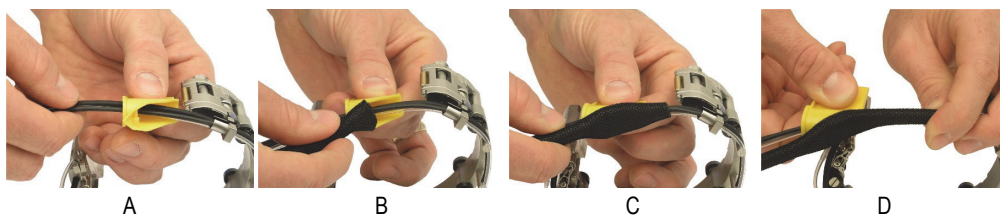

Рис. 2-2 Установка защитного кожуха
2. С помощью специального инструмента (желтого цвета), наденьте защитный кожух поверх кабелей и трубки (см. Рис. 2-2 на стр. 35):